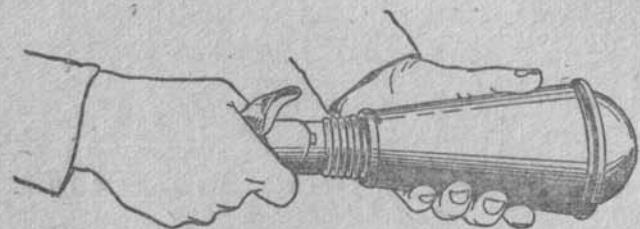

Рис. 9. Навинчивание рукоятки на корпус гранаты
3. Навинтить доотказа рукоятку на корпус гранаты (рис. 9).